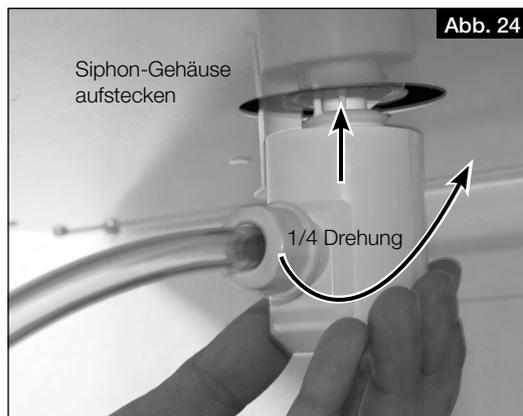

Abb. 24
5. Siphon-Gehäuse aufstecken und mit einer 1/4-Drehung im Befestigungsteil einrasten lassen (s. Abb. 24). Darauf achten, dass die Schwimmerkugel lose im Gehäuse liegt!